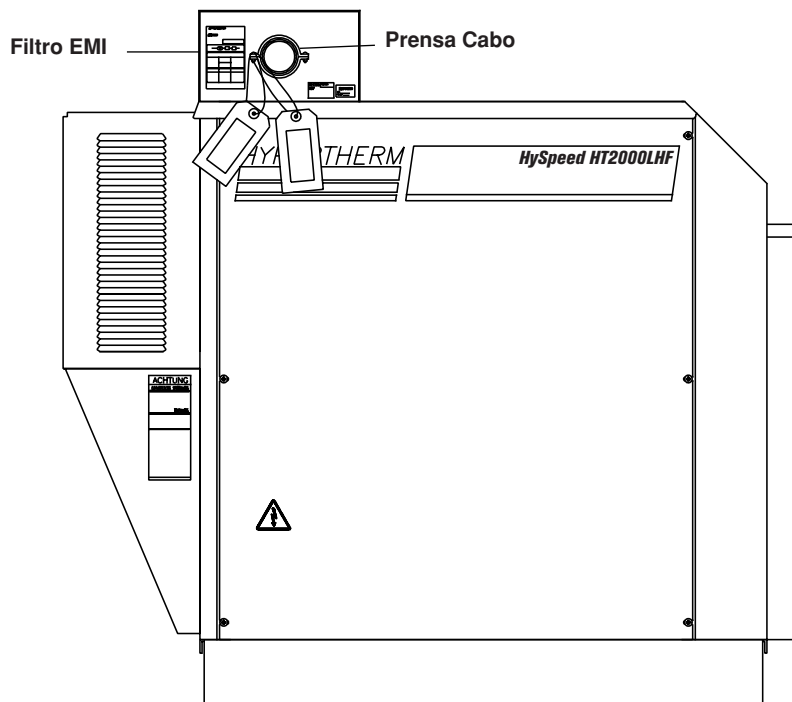

Figura d-1 Fonte de Energia HySpeed HT2000LHF com Filtro EMI – Visão Lateral
1. Localize o filtro EMI na parte superior traseira da fonte de energia (veja figura d-1).
3. Insira o cabo de energia pelo prensa-cabo (veja Figura d-1).